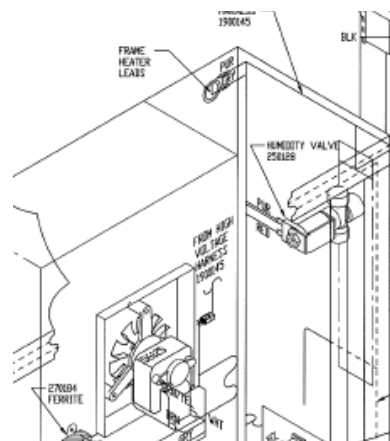

Figura 11-2. Filtro de aire de HR
4. A la derecha de la apertura se encuentra el sistema de humedad. Ubique el filtro de aire de HR en la esquina superior derecha (figura 11-2). Desconéctelo de la tubería y sustitúyalo.